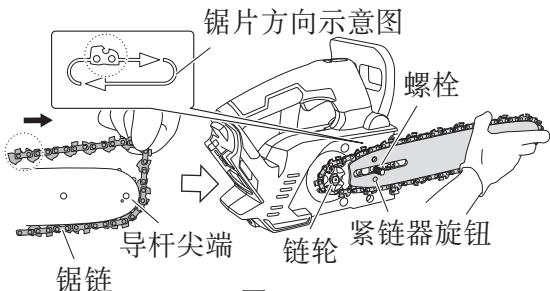

图 13
3. 将新的锯链装入链轮中（图 13）
- ① 从导杆尖端安装新锯链。确保锯链的朝向使锯片朝向链轮下的图示方向。
- ② 将螺栓和紧链器旋钮插入导杆上的孔中，与此同时要握住链条和导杆尖端。将锯链端部装入链轮，将导杆安装至电锯主体。